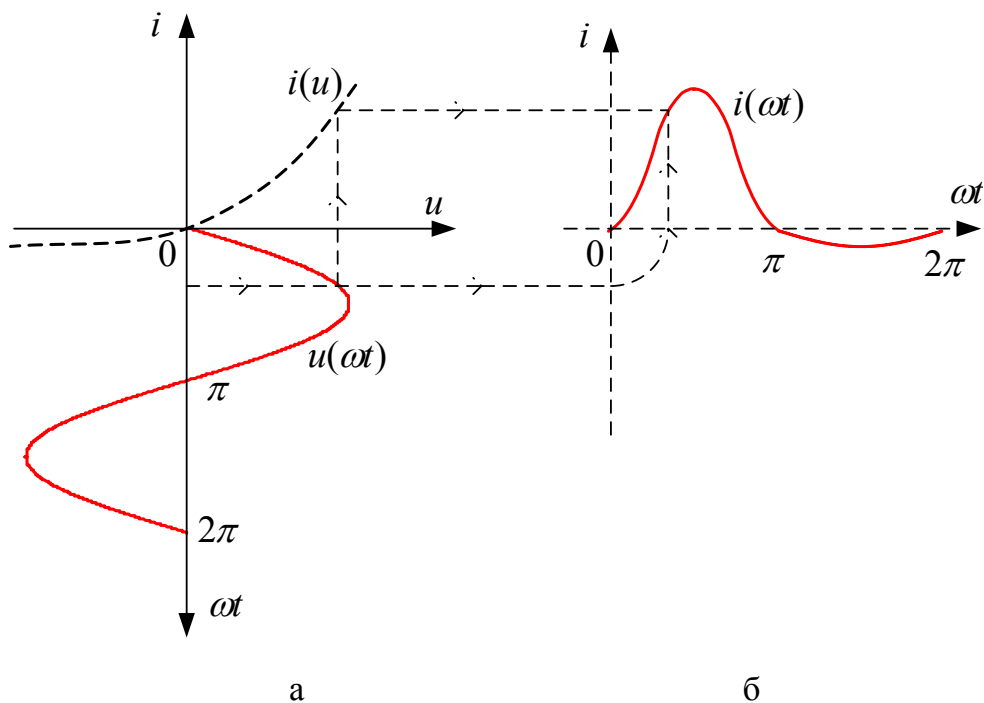

Рис. 4.1
В данной работе в качестве нелинейного резистивного элемента рассматривается полупроводниковый диод (вентиль) при воздействии гармонического напряжения промышленной частоты. Вольтамперная характеристика диода  $i(u)$  для низких частот имеет вид, показанный на рис. 4.1, а.
Здесь же построена волновая диаграмма воздействующего на диод синусоидального напряжения  $u(\omega t)$ . Если перенести последовательно ряд точек с этой диаграммы при определенных значениях  $\omega t$  на характеристику  $i(u)$  и найти по ней соответствующие значения реакции диода – тока  $i$ , то легко можно построить и зависимость  $i(\omega t)$ , которая показана на рис. 4.1, б. Реакция оказывается несинусоидальной, причем спектр ее содержит и постоянную составляющую, и все гармоники.
1. При заданном напряжении источника  $U$ , перерисовать снятые осциллограммы в отчет, расположив их как на рис. 4.1. Построить ВАХ  $i(u)$ . Убедиться, что с помощью кривой  $i(u)$  можно по воздействию  $u(\omega t)$  найти реакцию  $i(\omega t)$ . Сравнить с вольтамперной характеристикой, полученной при помощи осциллографа. При этом амплитуду входного напряжения выбрать в соответствии с вариантом из табл. 4.1.
4. Кривые  $i(u)$ ,  $u(\omega t)$ ,  $i(\omega t)$  как на рис. 4.1. Результаты Фурье анализа (рис. 4.4). Табл. 4.2. Пример расчёта действующего значение тока.
На рис. 4.1,а представлена ВАХ диода  $i(u)$  при воздействии на него гармонического напряжения  $u(\omega t)$  промышленной частоты (эта зависимость показана на том же рисунке). Если перенести последовательно ряд точек с этой диаграммы при определенных значениях  $\omega t$  на характеристику  $i(u)$  и найти по ней соответствующие значения реакции диода – тока  $i$ , то легко можно построить и зависимость  $i(\omega t)$ , которая показана на рис. 4.1,б. Реакция диода оказывается несинусоидальной, причем спектр ее содержит постоянную составляющую, основную (с угловой частотой  $\omega$ ) и высшие гармоники.
Легко заметить, что амплитуда положительной полуволны тока гораздо больше амплитуды отрицательной полуволны. Различие этих амплитуд тем больше, чем больше амплитуда напряжения источника. Зачастую различие настолько велико, что током отрицательной полуволны можно пренебречь. В этом случае характеристику реального диода можно заменить характеристикой идеального вентиля, которая показана пунктиром на рис. 4.1, а. Сопротивление такого вентиля положительной